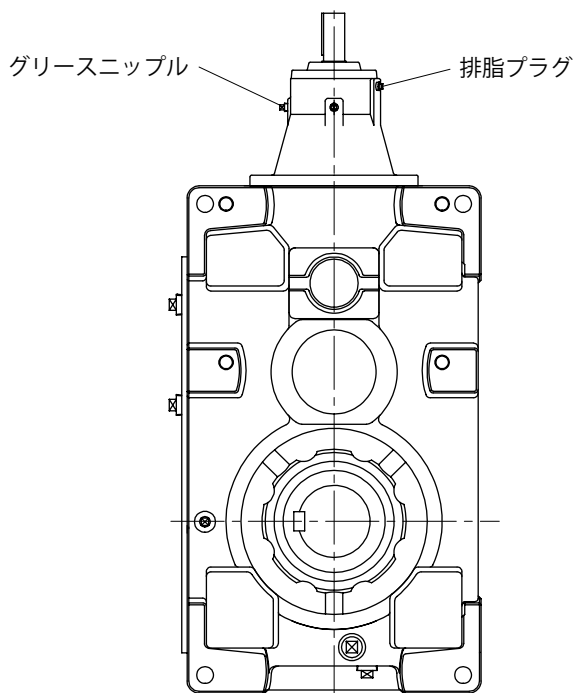

図8-3 レデューサ直立据付
- ・グリースニップルおよび排脂プラグ位置は、P28 図 8-3 ～ 8-5 をご覧ください。
(3) 潤滑剤の選定